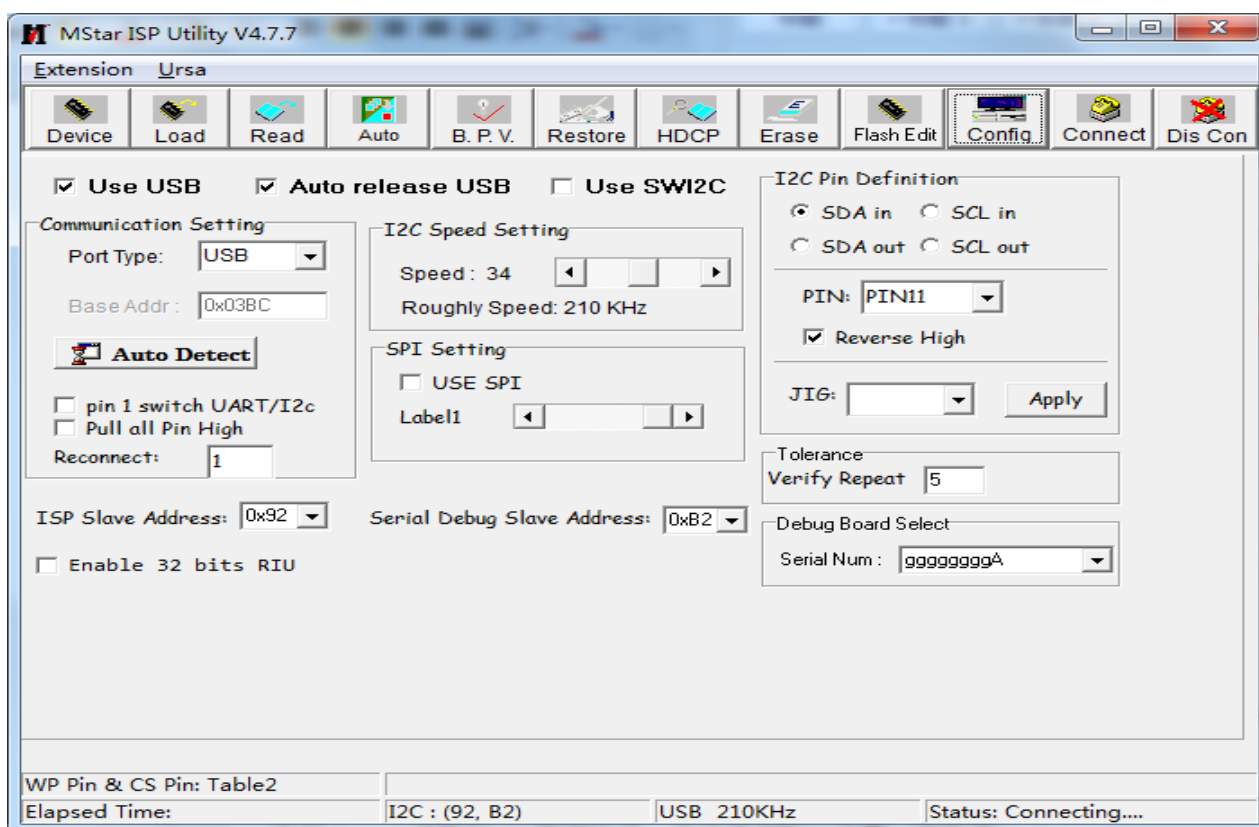

图 3.3
- 6) 将 Use USB 勾选, ISP Slave Address 选择 0x92, Serial Debug SlaveAddress 选择 0xB2, I2C Speed Setting 中的 Speed 调整到 34 就可以了(有问题可以适当下调到 25 左右), 其他使用默认设置。如下图 3.3。